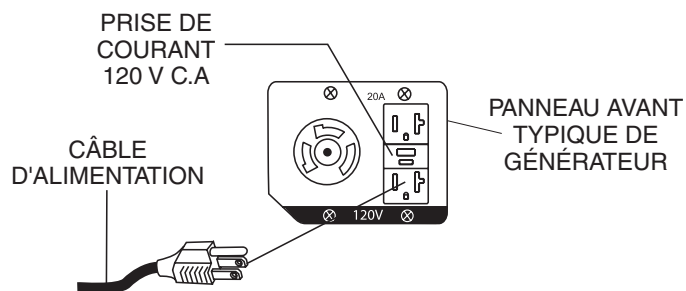

Figure 23. Connexion à une source d'alimentation
2. Connecter le câble d'alimentation C.A à la prise de 120 V. c.a du générateur utilisé. Voir Figure 23.